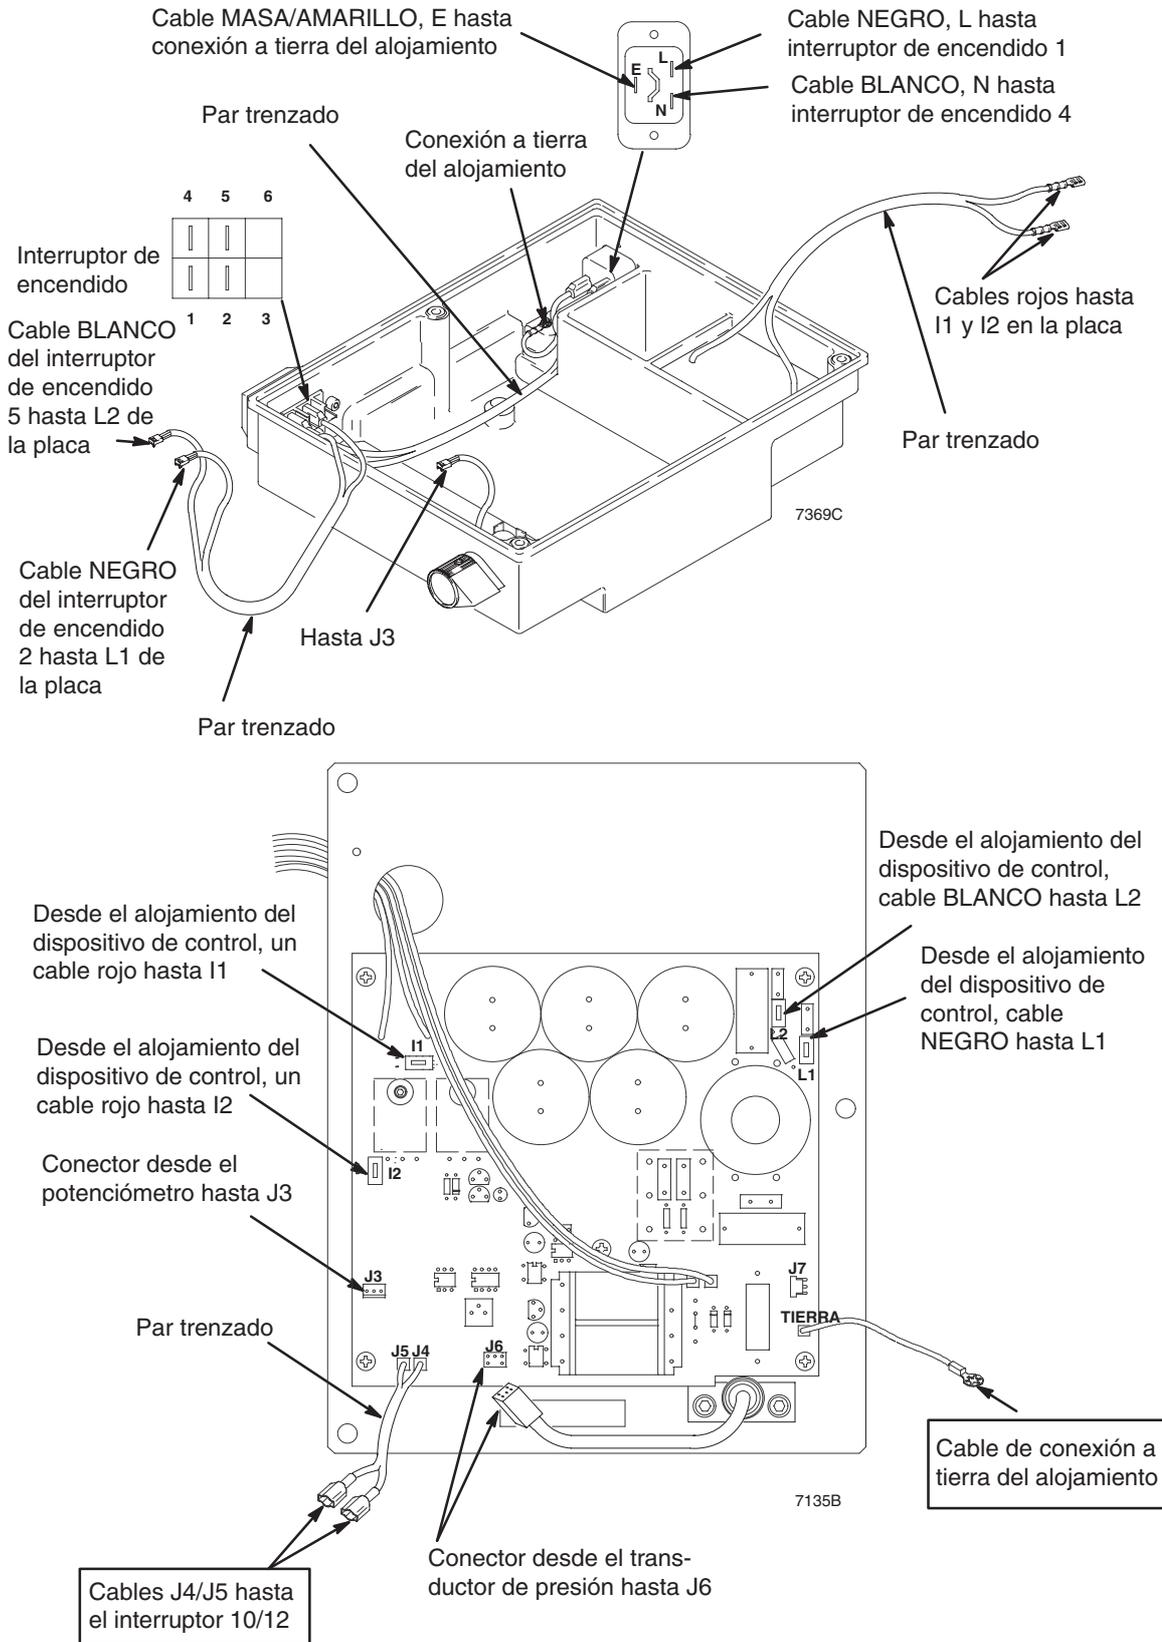

Fig. 16
4. Retire y reemplace sólo aquellos componentes y cables necesarios para la reparación. Realice un diagrama donde se indiquen las conexiones de los cables de las piezas desmontadas para asegurarse de que se conectarán correctamente cuando se vuelvan a instalar las piezas. Vea en la Fig. 16 la información relativa al cableado.
5. Instale el alojamiento del dispositivo de control (202) en la placa del motor (201) usando los tornillos (213) y las arandelas de seguridad (214).